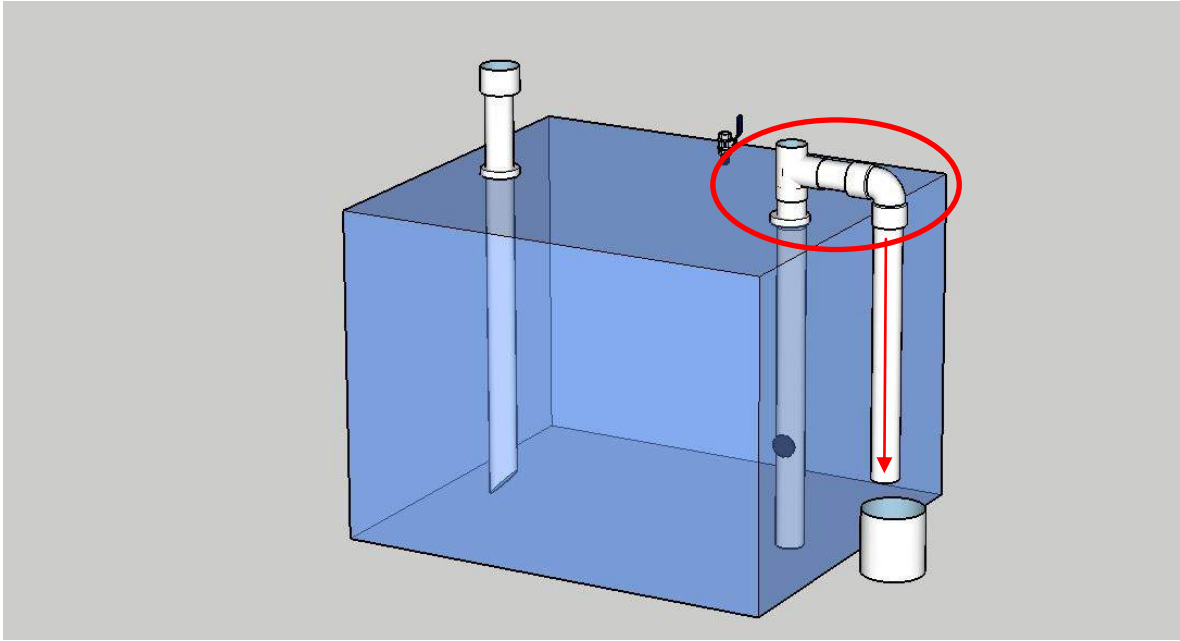

Imagen 5 Accesorios desagote
e) En la parte superior del tubo de salida del digestato, deberá colocarse una unión en "T", un pedazo adicional de caño de 50 mm, y un codo a 90°, de manera tal de poder evacuar el digerido a un balde de desagote (Ver imagen 5).